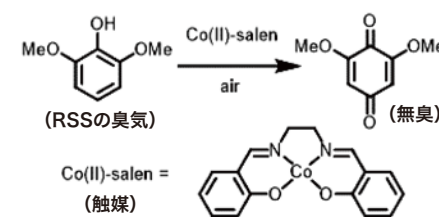

図2 触媒による2,6-dimethoxyphenolの酸化反応
RSSの主な臭気成分は2,6-dimethoxyphenolなどのフェノール類であることが分析結果で明らかになり、当機関では、図2の触媒 (Co (II)-salen錯体) によるフェノールの酸化反応をRSSの臭気軽減に応用することを試み、触媒を二軸ロール機に巻き付けたRSSに混練することで臭気を軽減することに成功しました。
しかし、図2の触媒の金属はゴム劣化につながる要因を持つコバルト (Co) です。ゴム業界では利用を敬遠されるため、他の触媒も検討しなければなりません。ただし、金属種によっては酸化反応を起こさないものもあるため、他の反応過程も含めての計算が必要になります。
様々な触媒をRSSに混練する前に、触媒の候補選定を行います。文献調査によると、アルミニウム (Al) を金属種とした触媒はフェノールに対しては吸着反応を示しており (図3a)、Co触媒では、当機関の先行研究によると図2で得られる生成物が臭気分析で検出されていないことから、この触媒が酸素と結合してフェノールの水素原子を引き抜くことにより、ラジカル種が発生し臭い成分が分解したと考察しました (図3b)。ここでは、このAlとCoを金属種とした触媒について述べます。